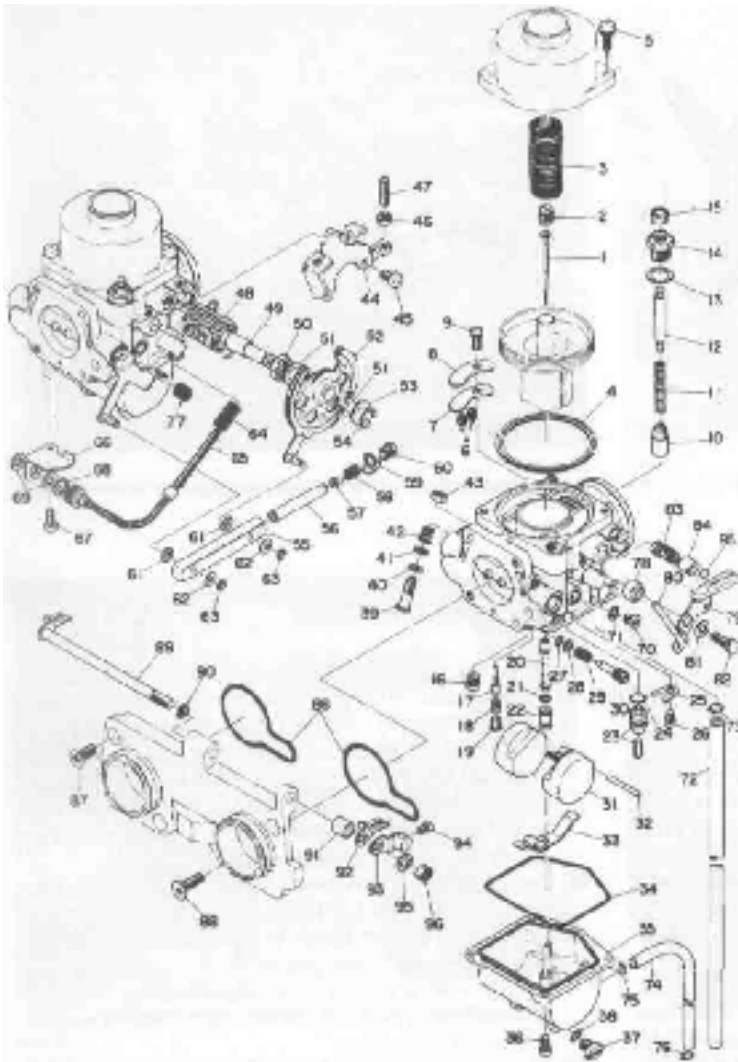

Bild 258 Keihin-Vergaser
- Die beiden Vergaser voneinander zu trennen ist nur sinnvoll, wenn sie vollständig zerlegt werden sollen. Die Bauteile, die zum Trennen demontiert werden müssen, sind beim Keihin-Vergaser (ältere Modelle) und beim Mikuni-Vergaser (neuere Modelle) unterschiedlich und sind im Bild 258 (Keihin) bzw. im Foto 257 (Mikuni) gut zu erkennen.